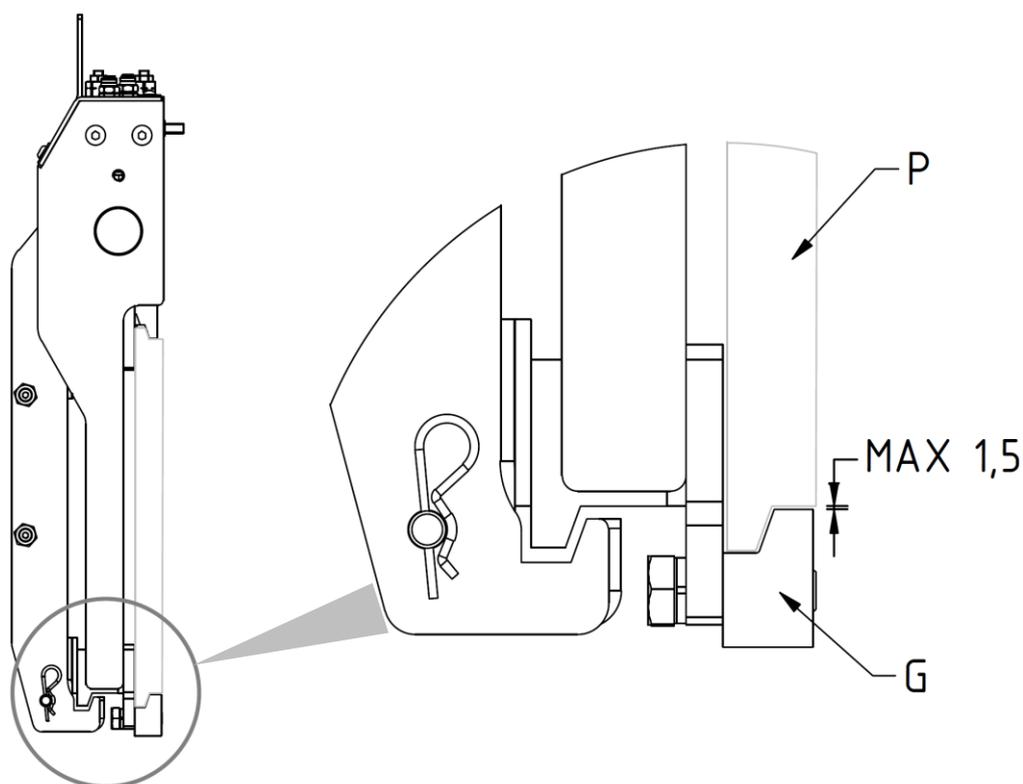

Figura 8
7. Atornillar los dos ganchos inferiores **G** para que su cuerpo quede enganchado debajo a la placa porta horquillas **P** (con un juego máximo de 1,5 mm, mira *Figura 8*), apretando con el par de apriete indicado en la *Tabla 4*.
3. Verificar la holgura entre la parte inferior de la plancha porta horquillas y los ganchos inferiores del implemento, verificando que sea como se indica en *Figura 5* (pag.12) y en *Figura 8* (pag.15) y, si es necesario, intervenir en el apriete de los tornillos que los sostienen.